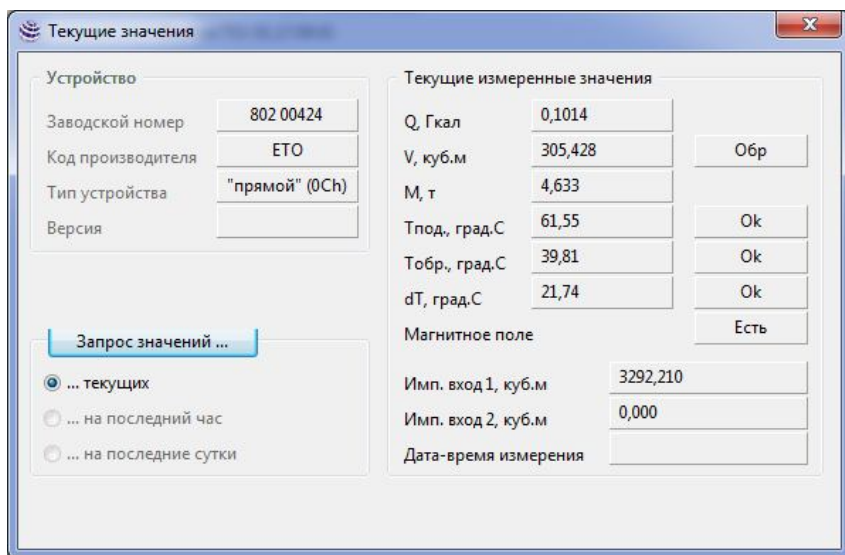

Рисунок 14. Окно «Текущие значения»
6.3.6. В окне «Текущие значения» (рисунок 14), пункт меню «Интерфейсы | Обмен», отображаются текущие измеренные счетчиком значения.